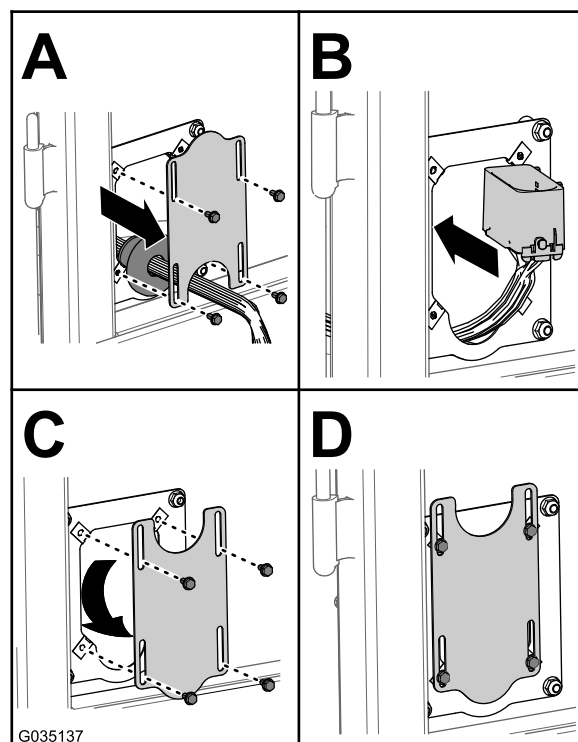

図 11
1. フランジヘッドボルト#10 x 3/8 インチ4本を外して、キャブからカバープレートを外す 図 11。
3. 座席ロックレバーを前側に押して座席のロックを解除し、座席を一番前の位置にスライドさせる 図 11 助手席を取り外す (ページ 1) を参照。
6. 座席ロックレバーを前側に押して座席のロックを解除し、座席を一番後の位置にスライドさせる 図 11 助手席を取り外す (ページ 1) を参照。